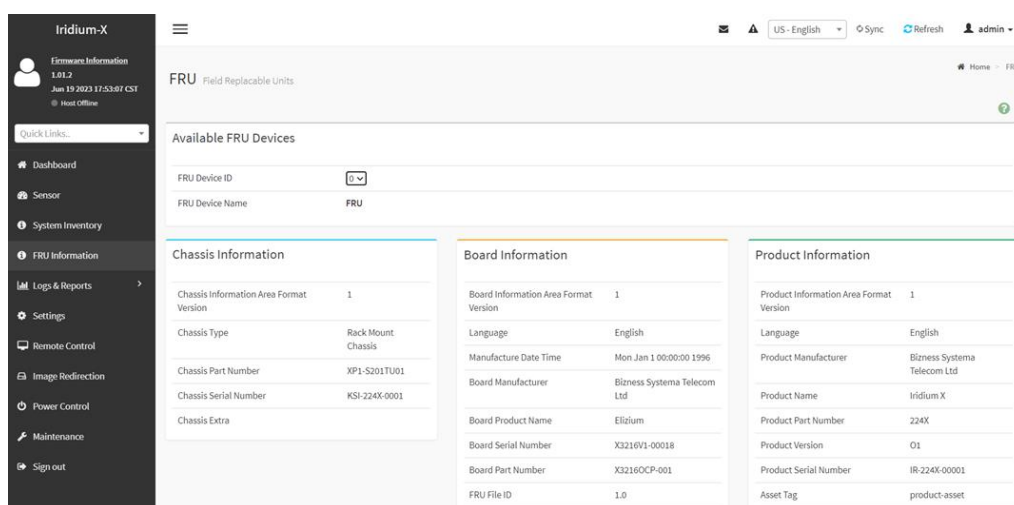

Рисунок 39 - Раздел «*FRU Information*»
3) Раздел «*FRU Information*» содержит информацию о платформе, плате, серийные номера (см. Рисунок 39).